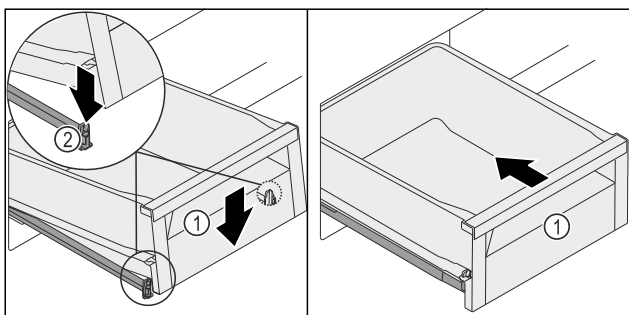

Fig. 124
- ▶ Predal Fig. 124 (1) spustite spredaj tako, da predal zdrsne v objemko Fig. 124 (2) na levi in desni.
- ▶ Predal Fig. 124 (1) se zadaj slišno zaskoči.
- ▶ Vstavite predal Fig. 124 (1).